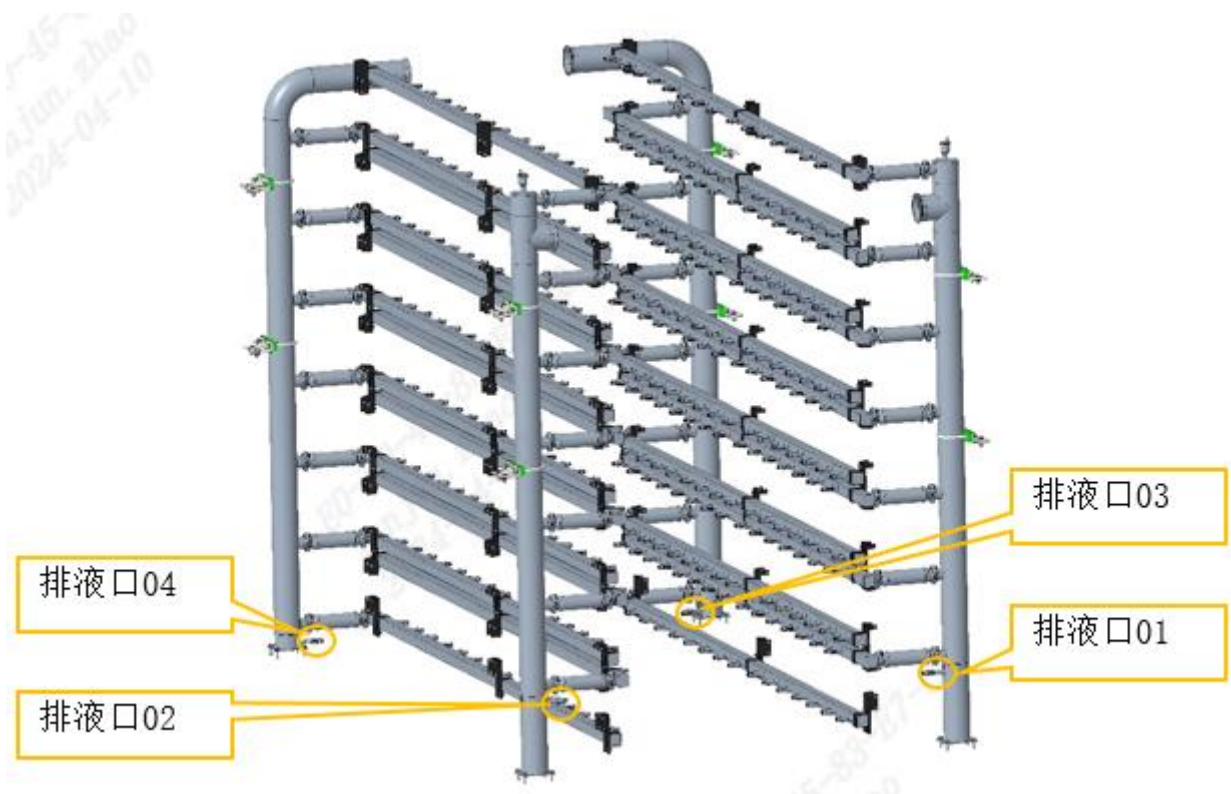
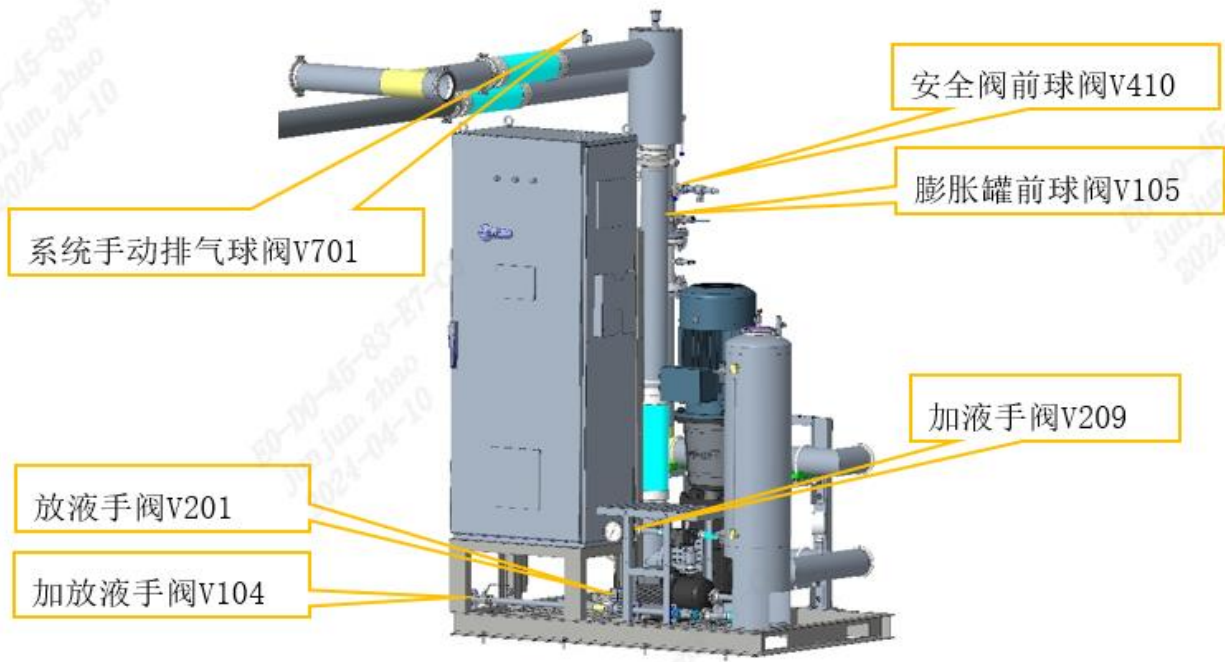

图 7-4 分水器排液口
图 7-5 泵站阀门示意图
- d) 打开加液手阀 V209，关闭排液手阀 V201（见图 7-4 及图 7-5）；